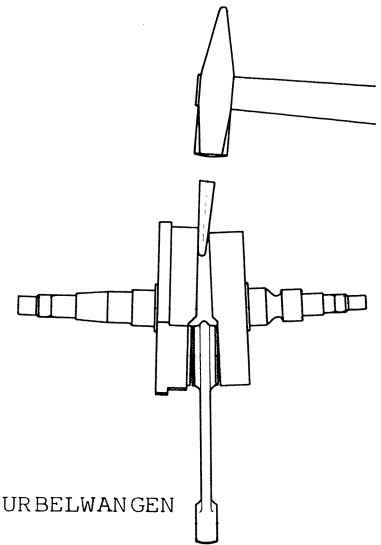

Fig. 54
- 3) Sind die Wangen laut Fig. 54 nicht parallel zueinander, so müssen solche auf der gegenüber des Kurbelzapfens liegenden Seite mittels einem Eisen-Keil etwas auseinander getrieben werden.
- 3) Si les voiles accusent un défaut de parallélisme selon fig. 54 effectuer la correction en écartant les voiles sur le côté opposé au maneton au moyen d'une cale triangulaire en acier doux.